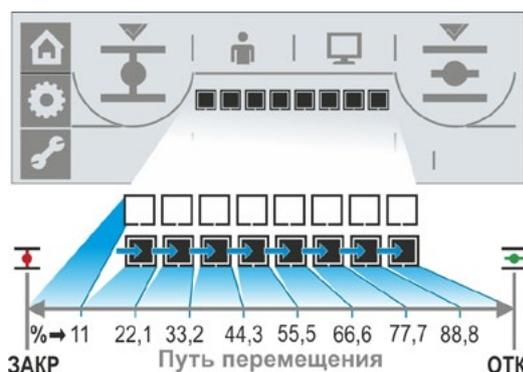

Рис. 2: Индикация позиции
- 10 Индикация позиции; чёрные прямоугольники (сегменты) показывают, насколько далеко сервопривод находится в положении ОТКРЫТО. Каждый сегмент соответствует участку пути около 11%. См. показанный рядом рис. 2. Пример: